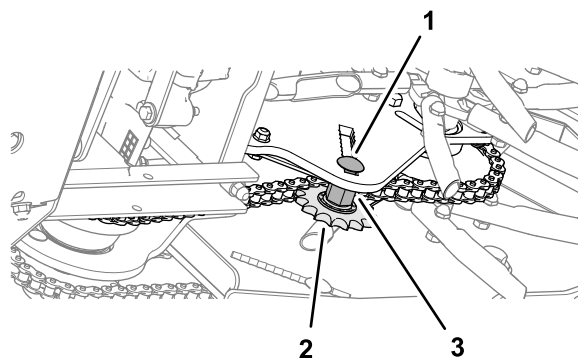

Figure 59
4. Pour régler la tension des chaînes, desserrez le boulon du tendeur et l'entretoise filetée, et appuyez sur le pignon pour tendre la chaîne (Figure 59).